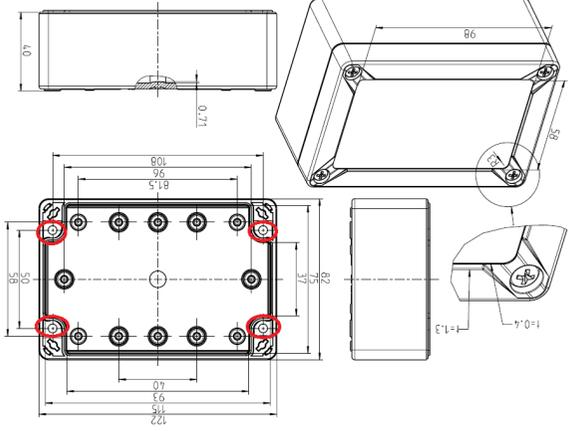

Abbildung 3: Gehäuseabmessungen [mm]
Die sichere Befestigung des Gateways an einer Wand bzw. Decke erfolgt bei geöffnetem Deckel über die in Abbildung 3 rot markierten vier Befestigungspunkte und M4 Schrauben in geeigneter Länge. Nach erfolgter Wandmontage muss der Deckel wieder geschlossen werden.
i Das Gateway muss über vier geeignete M4 Schrauben und Dübel sicher mit einer Wand-/Decke verschraubt werden, vgl. rote Markierung in Abbildung 3.
i Das montierte Druckausgleichselement (9) erhöht die Gesamtbreite des Gateways von 122 mm in Abbildung 3 auf insgesamt 130 mm.